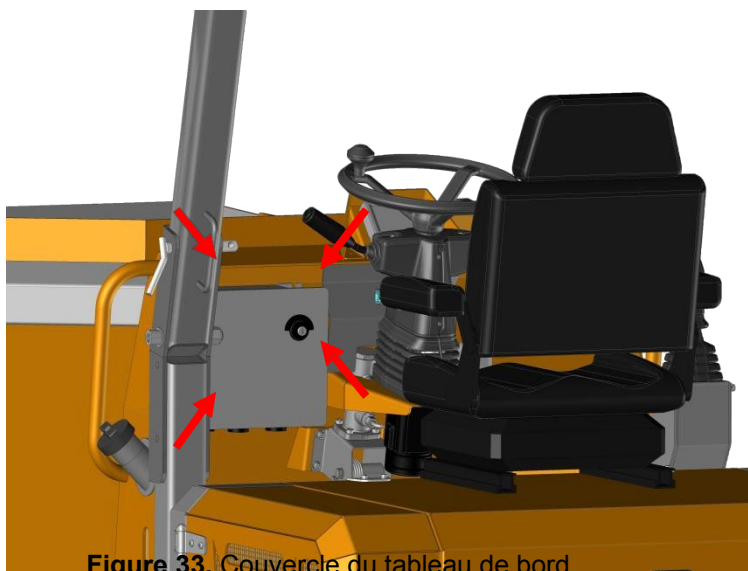

Figure 33. Couvercle du tableau de bord
e. Boîte à fusibles : pour accéder au compartiment électrique et à la boîte à fusibles, retirez le cache situé sur le côté gauche du tableau de bord (figure 33).